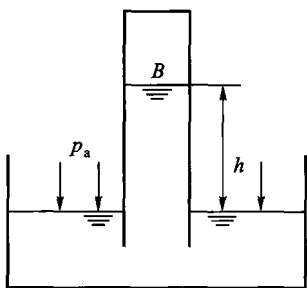

图 1.6
1. 有一上端封闭、下端开口插入油中的玻璃管，如图 1.6 所示。若抽去管中部分空气，使管中油面上升到高于管外油面 $h = 1 \text{ m}$ 处。设油的密度 $\rho = 900 \text{ kg/m}^3$ ，管外大气压力 $p_a = 0.1 \text{ MPa}$ ，试求管中油面上 B 点的压力。(0.09 MPa)